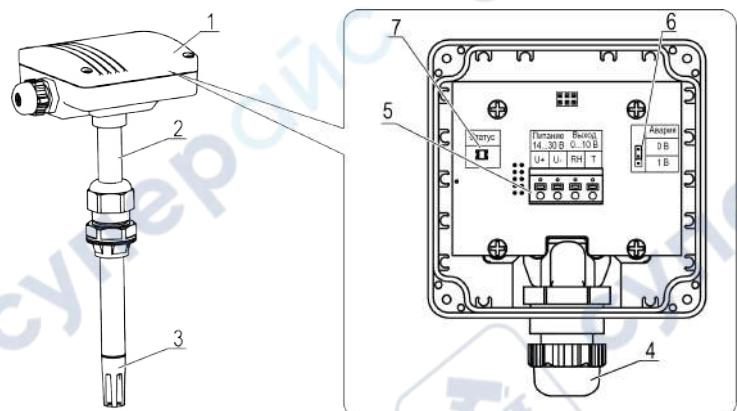

Рисунок 4.1 – Конструкция прибора
Прибор состоит из электронного блока и измерительного зонда, см. рисунок 4.1. Электронный блок прибора выполнен в пластмассовом влагозащищенном корпусе. Зонд состоит из защитного цилиндрического корпуса и чувствительного емкостного элемента с защитным колпачком.
2. Переставить джампер (см. рисунок 4.1, 6) в необходимое положение.